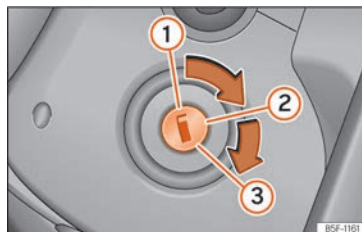

Abb. 136 Positionen des Zündschlüssels
Positionen des Fahrzeugschlüssels » Abb. 136
- ① Zündung aus. Der Fahrzeugschlüssel kann herausgezogen werden.
- ② Zündung eingeschaltet. Lenkungssperre kann gelöst werden.
- ③ Wenn die Kontrollleuchte grün aufleuchtet, Bremspedal treten. Fahrbereitschaft herstellen. Wenn die
Fahrbereitschaft hergestellt wurde, Fahrzeugschlüssel im Zündschloss loslassen. Beim Loslassen geht der Fahrzeugschlüssel in die Position »» **Abb. 136** ② zurück.